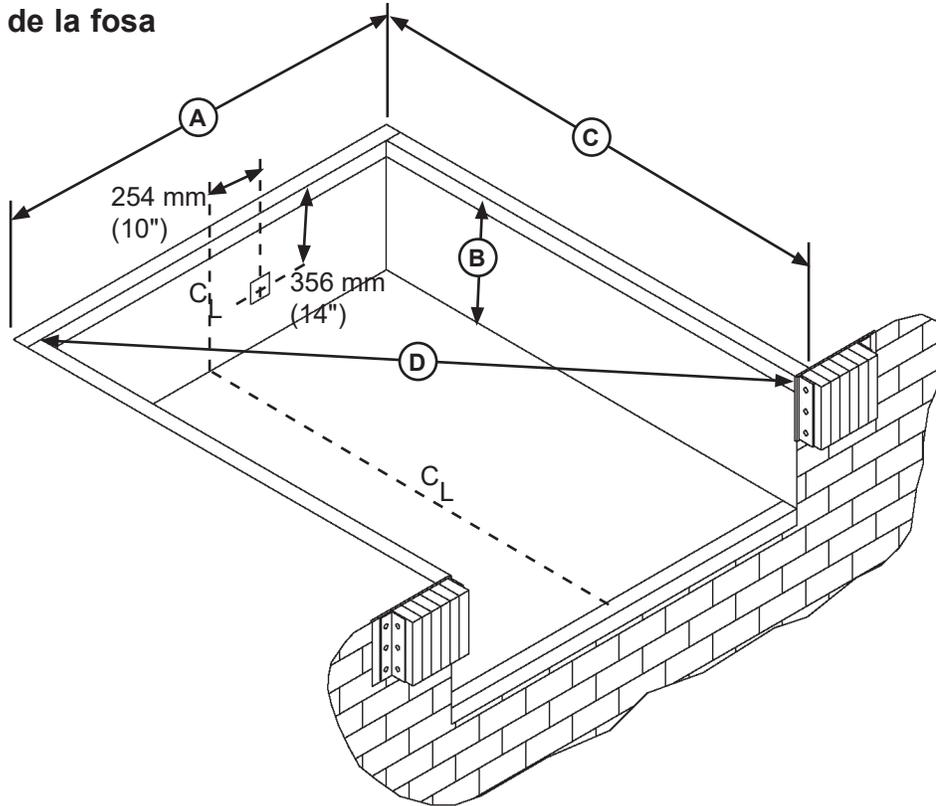

Figura 5
2. Revise toda la fosa del nivelador de muelle para revisar que la construcción sea correcta de acuerdo con los planos certificados o aprobados de la fosa. Asegúrese de que la fosa sea cuadrada con las siguientes mediciones (consulte la Figura 5):